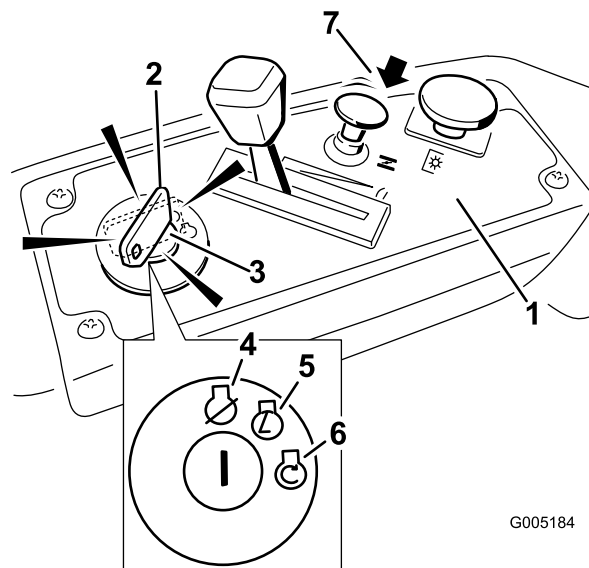

Bild 12
4. Drehen Sie den Zündschlüssel auf Start, um den Anlasser zu aktivieren. Lassen Sie den Schlüssel los, wenn der Motor anspringt (Bild 12).
5. Schieben Sie nach dem Anspringen des Motors den Chokehebel langsam rein (Bild 12). Wenn der Motor unregelmäßig läuft oder aussetzt, ziehen Sie den Choke heraus und lassen Sie den Motor für ein paar Sekunden laufen. Drücken Sie den Choke dann rein. Wiederholen Sie diesen Vorgang nach Bedarf.
2. Stellen Sie den Gasbedienungshebel zwischen Halb- und Vollgas (Bild 12).